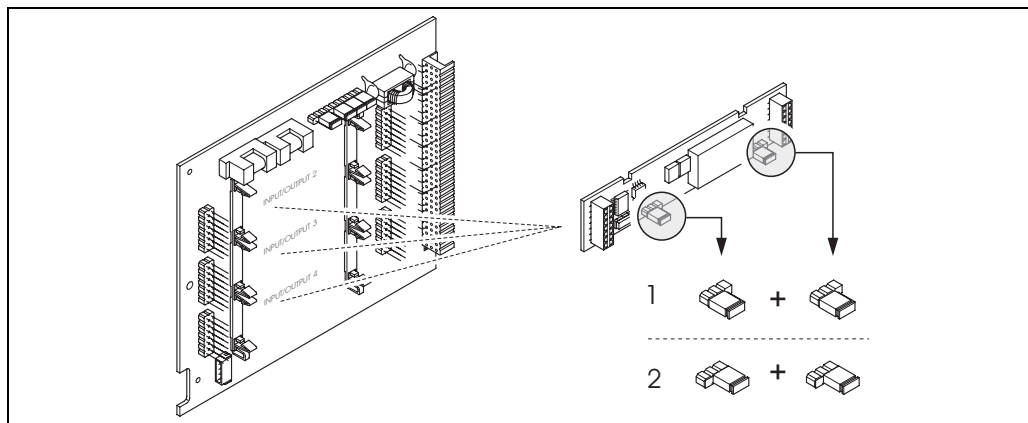
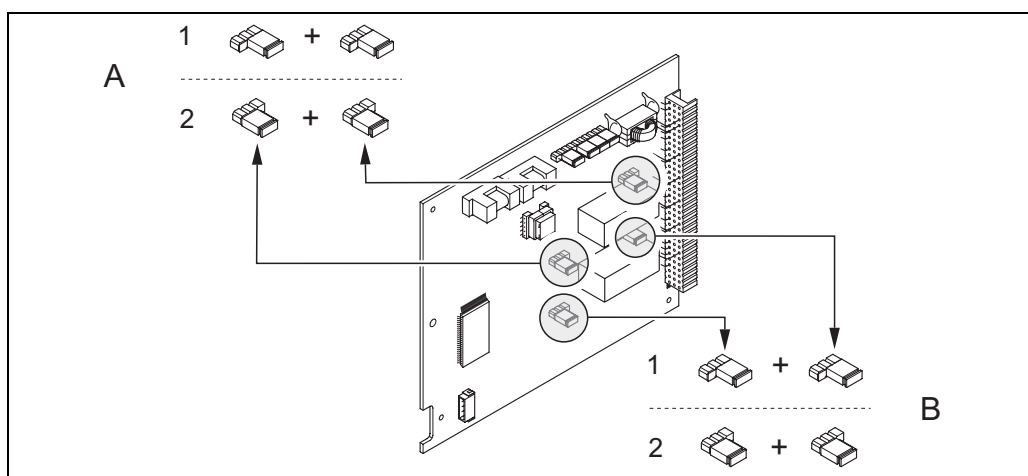

Fig. 36 : Configuration des contacts de relais (NF / NO) sur la platine E/S modulaire (sous-module)
Fig. 37 : Configuration des contacts de relais (NF / NO) sur la platine E/S non modulaire. A = relais 1; B = relais 2
3. Placer les cavaliers → Fig. 36 ou → Fig. 37